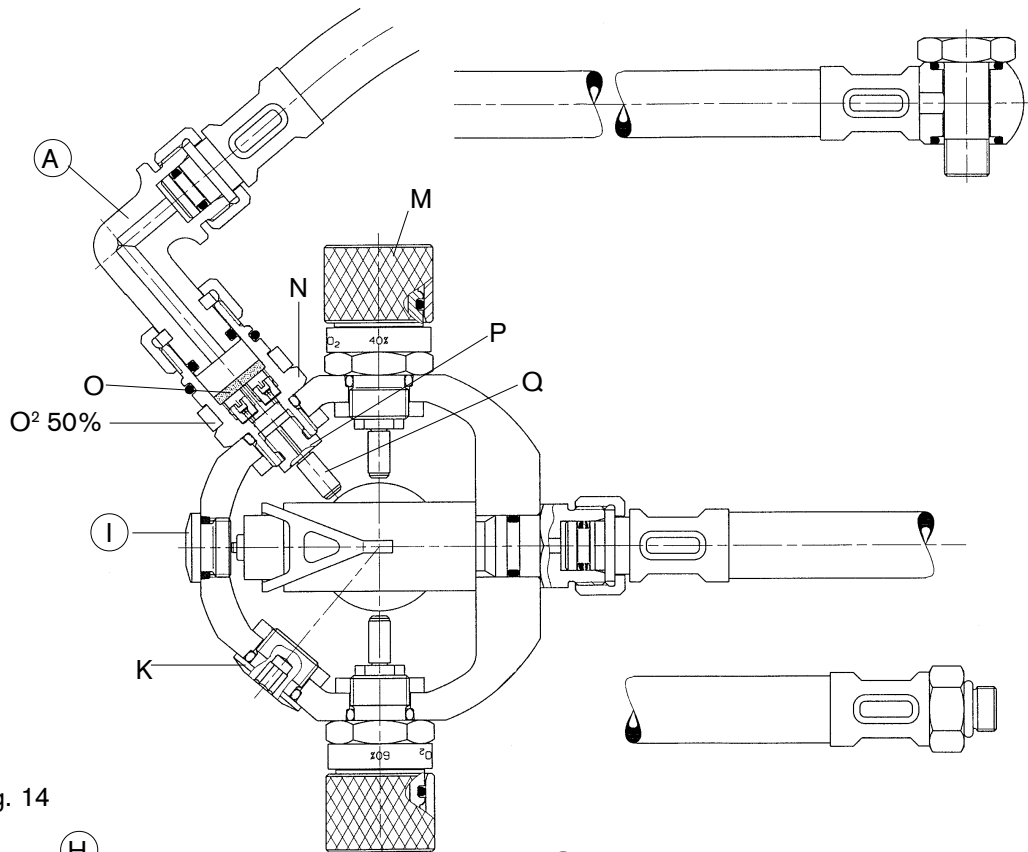

Abb. 14 / Fig. 14
- mit vorgegebenen Zeitwerten gemäß Tabelle vergleichen (Abb. 14)
- Compare with specified time values according to table (Fig. 14)